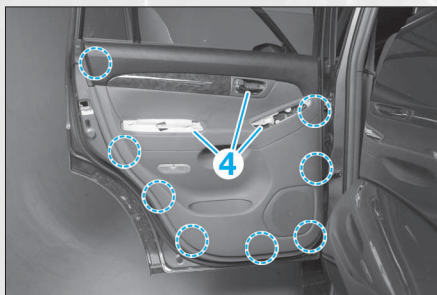

FIG. 49
- Déposer les vis de fixation (4) (Fig.49).